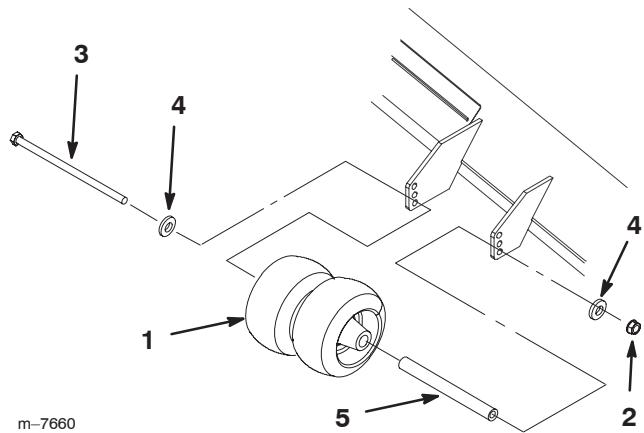

Figure 3
- Montez les roues de jauge centrales au moyen du boulon, de l'entretoise, de la petite rondelle et de l'écrou retirés précédemment (Fig. 3).
- Retirez la goupille fendue et la rondelle des deux montants de hauteur de coupe avant (Fig. 3). Débarrassez-vous des rondelles ; vous n'en aurez **pas** besoin pour régler la hauteur de coupe.